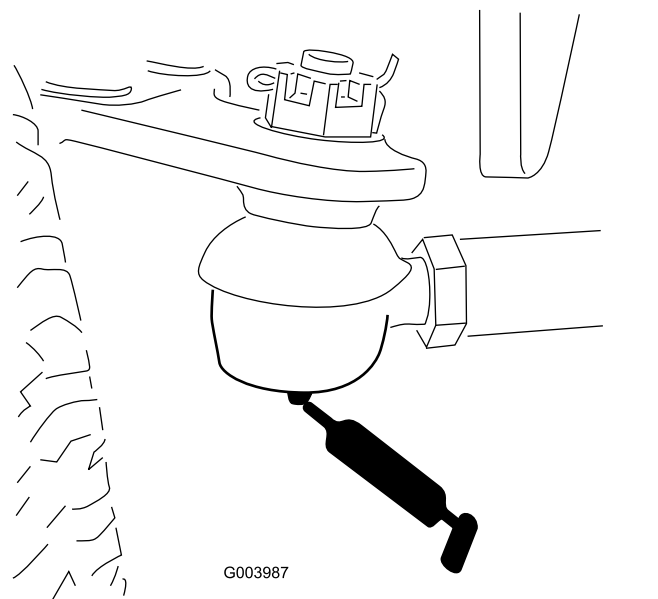

Figura 65
- Tirante del eje trasero (2) (Figura 65)